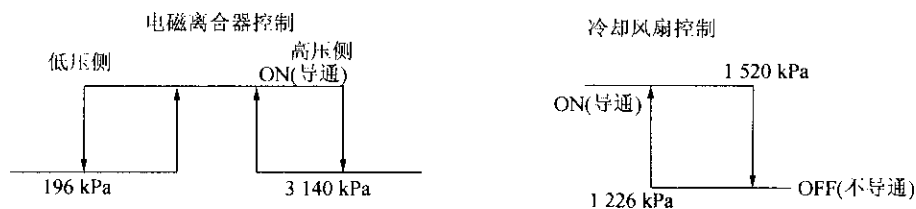

图 10-100 检查压力开关
- a. 将欧姆表的正极 (+)、负极 (-) 引线分别与端子 4 (2)、1 相连。
- b. 当压力发生变化时, 检查端子之间的导通性, 如图 10-100 (a) 所示。如操作不符合规定, 更换压力开关。
- b. 当压力发生变化时, 检查端子之间的导通性, 如图 10-100 (b) 所示。如操作不符合规定, 更换压力开关。